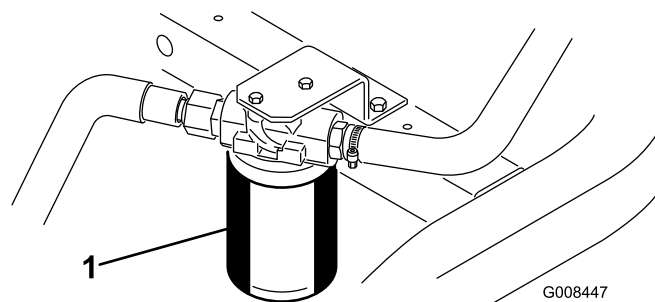

図 51
1. フィルタ容器の周辺をウェスできれいにぬぐう（図 51）。フィルタの下に廃油受けを置いてフィルタを外す。